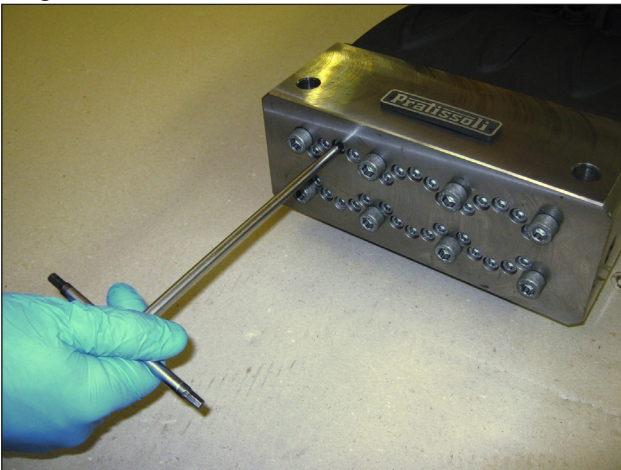

Fig. 16
- Afrouxe, sem remover, os parafusos M6x75 de fixação das camisas no cabeçote, conforme indicado na Fig. 16, de modo a deixá-los livres.